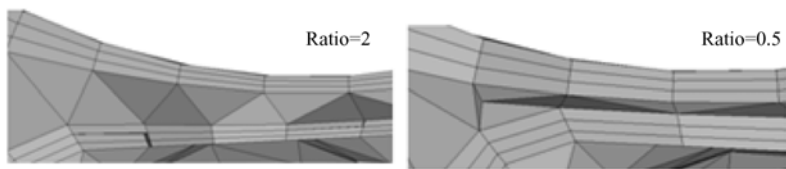

图 5-139 Minimum (Tetrahedral-Core/Boundary Layer) thickness ratio
- Minimum (Tetrahedral-Core/Boundary Layer) thickness ratio 值：是四面体核心区和边界层之间的比例。这个值必须要大于 0。这个值越大，边界层区将被压缩的越多，核心区将越开放。图 5-139 显示了相同模型下，此值为 2 和 0.5 的结果。